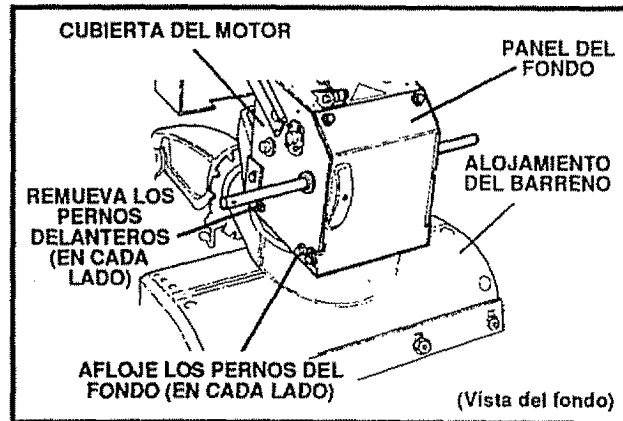
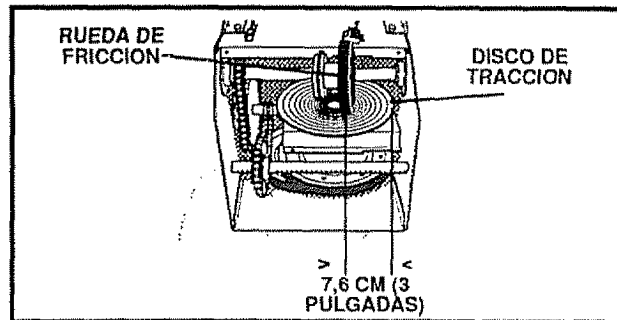

FIG. 30
FIG. 31A
- Remueva los dos pernos superiores que fijan el alojamiento del barreno a la cubierta del motor. Afloje los dos pernos de abajo (vea la Fig. 30 en la página 23).
- Remueva el panel del fondo (vea la Fig. 30).
- Coloque la palanca de cambios en la primera (1) velocidad.
- Observe la posición de la rueda de fricción sobre el disco de tracción: el lado derecho más hacia afuera del disco de tracción debe estar a 7,6 cm (3 pulgadas) del centro de la rueda de fricción (vea la Fig. 31A).
- Mueva la rueda de fricción a su posición correcta como se indicó previamente (vea la Fig. 31A).
- Remueva el panel del fondo (vea la Fig. 30 en la página 23).